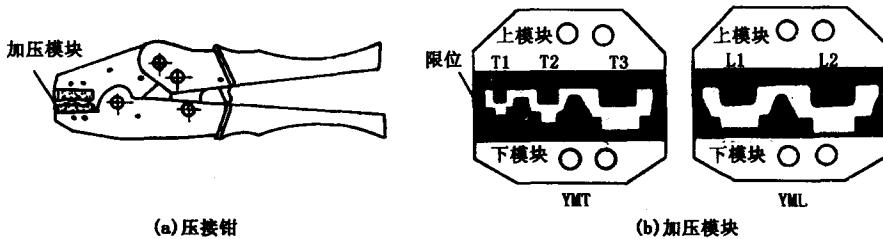

图 1-25 阻尼式手握压力钳
(1) 阻尼式手握压接钳。阻尼式手握压接钳外形如图 1-25 所示，适用于单芯铜、铝导线用压线帽的钳压连接。其使用注意事项如下：根据导线和压线帽规格（铜导线选用 YMT-1、2、3，铝导线选用 YML-1、2），选择压接钳的加压模块；为了便于压实导线，压线帽内应填实，可用同材质同线径的线芯插入压线帽内填充，也可将线芯回折后插入压线帽内。